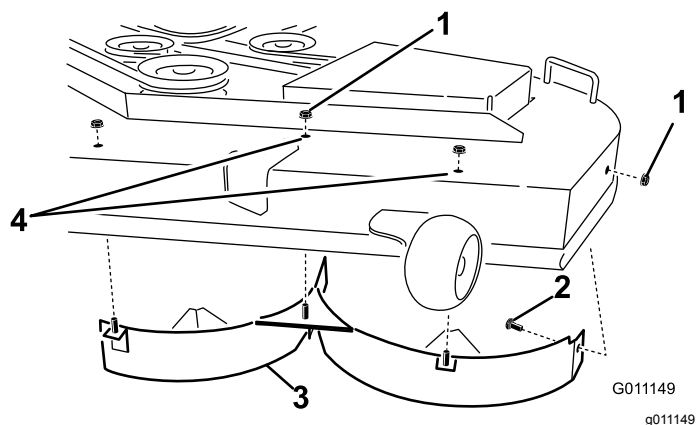

Figura 33
6. Remova as três porcas de bloqueio (5/16 pol.) presas aos postes soldados do abafador esquerdo na parte superior da plataforma do cortador nas posições central e esquerda (Figura 33). Remova o parafuso de carroçaria e porca de bloqueio na parede lateral da plataforma do cortador que prende o abafador esquerdo à plataforma.
7. Remova o abafador esquerdo da plataforma de corte como se mostra na Figura 33.
8. Localize os dois parafusos nas peças soltas e utilize as porcas de bloqueio existentes. Instale as fixações nos orifícios mostrados em Figura 33 no cortador para evitar que os detritos saiam. Instale o parafuso, através do lado inferior da plataforma e utilize uma porca existente para prender a partir do lado superior.